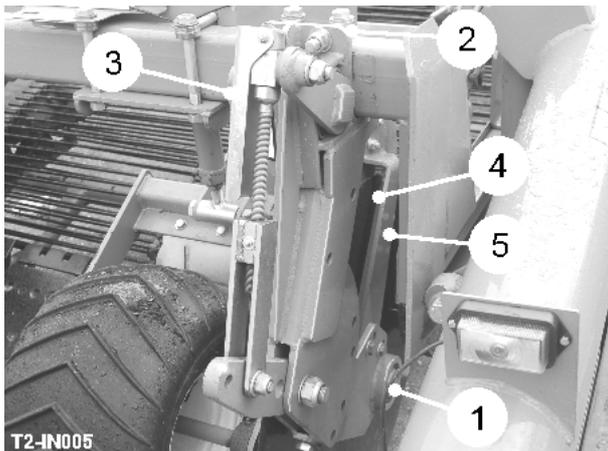

Fig 5
En el trabajo de hilera, el cosechador está equipado con cuatro coulters de disco (item 1, fig 5). En el trabajo de cama de anchura completo, el cosechador está equipado con dos coulters de disco. Los discos funcionan en cualquier equipo de la estribación que, se cortar y separar el haulm y la papelera en frente de las acciones mientras contienen la estribación al mismo tiempo y alimentar él sobre las acciones en la cavador Web.
Fijar la anchura de anchura / gajo de hilera de coulter de disco, libere los pernos de grampa (item 2, fig 5) y deslícese el conjunto de disco a lo largo del haz de puente al puesto requerido. When correctamente determinado los discos deben ser approximately 20 mm alejado del borde de las hojas de la acción. Fijar la profundidad de coulter de disco, apunte el se adaptar que asa (item 3, fig 5), cuál también incrementar la primavera carga al disco. Los coulters de disco son equipados con dos rascadores (artículo 4 & 5, fig 5) each. Éstos deben ser el conjunto tan cerca del disco as possible sin cometer falta contra él (ella/eso).